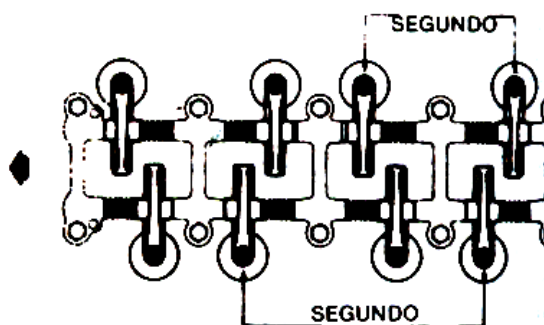

Fig. 3.47 Apriete de las contratuercas
6. Haga girar el motor 360° y lleve a cabo los pasos 4 y 5 para el juego de válvulas correspondientes. (Ver Fig. 3.47)